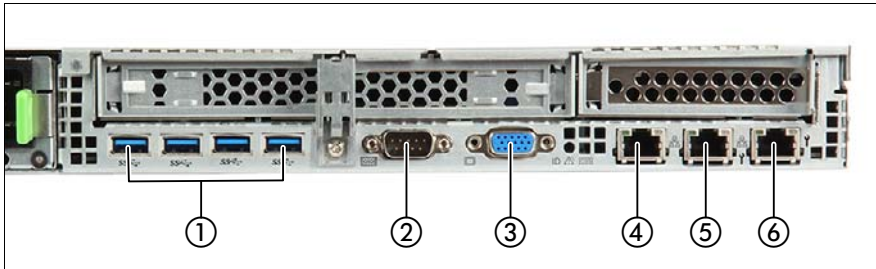

Bild 4: Anschlüsse auf der Rückseite
- ▶ Schließen Sie das Datenkabel des Bildschirms an den Bildschirmanschluss des Servers an (siehe Bild 4 auf Seite 54).